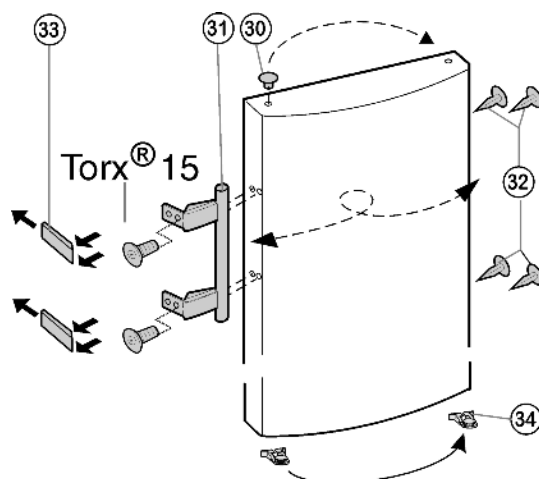

Fig. 11
- ▶ Выведите из фиксатора дверцы пружинный зажим Fig. 11 (34) и переставьте его на новую сторону шарнира.*
- ▶ Извлеките пробку Fig. 11 (30) из опорной втулки дверцы и переставьте.
- ▶ Снимите и переставьте на противоположную сторону дверную ручку Fig. 11 (31), пробку Fig. 11 (32) и прижимные пластины Fig. 11 (33).